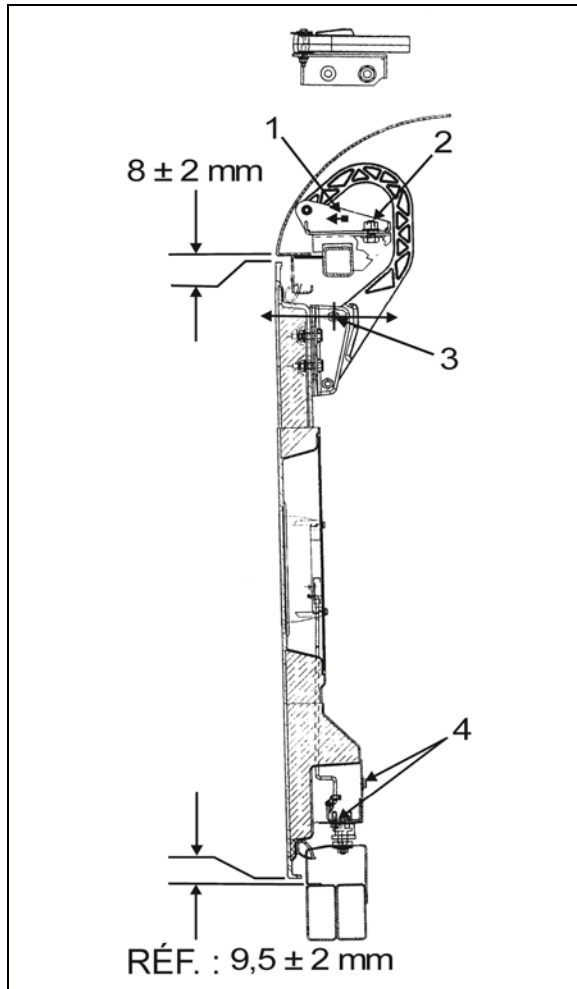

FIGURE 71 : CHARNIÈRE DE PORTE
2. Desserrer l'écrou (2, Figure 71).
3. Déplacer la pièce (1, Figure 71) le plus près possible de l'extérieur de l'autocar, de façon à ce qu'il y ait suffisamment d'espace pour que la porte s'ouvre.
4. Serrer l'écrou (2, Figure 71).
5. Desserrer l'écrou (3, Figure 71). La charnière permet à la porte de bouger vers l'intérieur ou l'extérieur.
6. Ajuster le panneau de la porte afin de laisser le même intervalle que pour les panneaux voisins ou se référer à la Figure 51 pour connaître les intervalles précis. Si nécessaire, se servir de l'ajustement permis par la pièce mobile numéro 1, Figure 71.